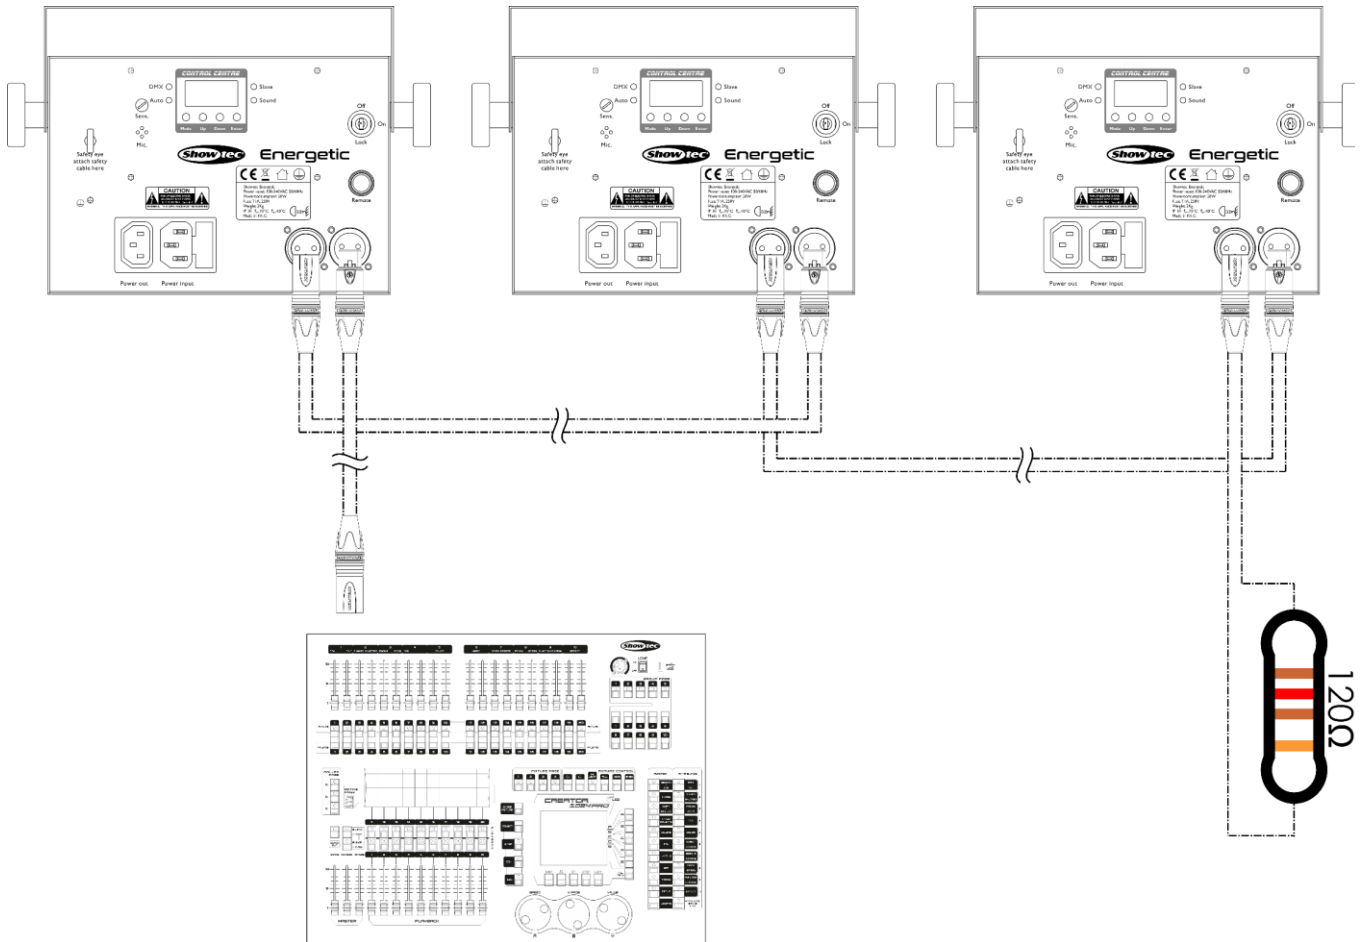

Abb. 07
- 04) Verbinden Sie die Geräte wie in Abb. 07. Schließen Sie den DMX-Ausgang des ersten Geräts mit einem DMX-Kabel an den Eingang des zweiten Geräts an. Wiederholen Sie diesen Vorgang, um das zweite und dritte Gerät ebenfalls anzuschließen.